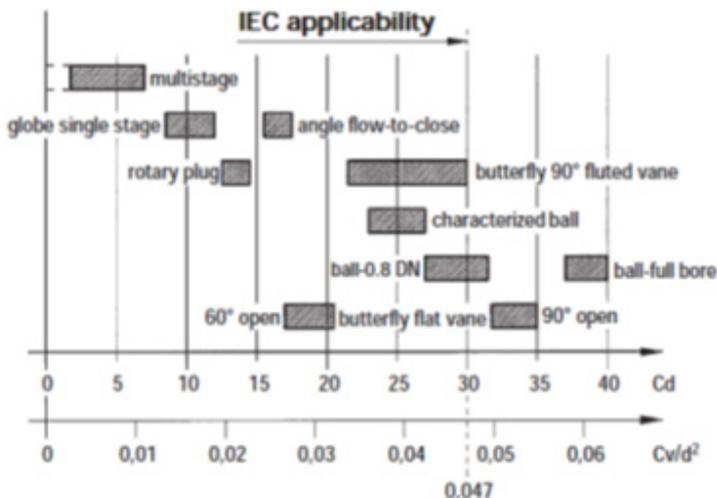

Figura 9 - Coefficienti di capacità relativa delle valvole di regolazione
Il coefficiente di portata Cv calcolato secondo le Norme Internazionali IEC 60534 ha innanzitutto il campo di validità riportato in Figura 9 per le varie tipologie di valvole considerate.
- Caratteristiche di capacità richieste: che condizionano talvolta il passaggio da una valvola a globo ad una valvola rotativa; vedasi anche la Figura 9 che definisce la corretta applicabilità in relazione alla tipologia.